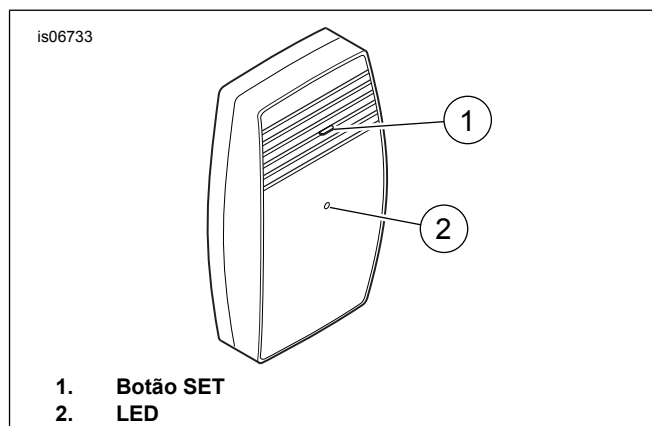

Figura 33. Recetor do sistema de abertura da porta de garagem, vista anterior
4. Ver Figura 33. Premir continuamente o botão de configuração (SET) (1) no **recetor** do sistema de abertura da porta de garagem Harley-Davidson. O LED (2) no recetor pisca continuamente enquanto o botão de configuração (SET) estiver premido.